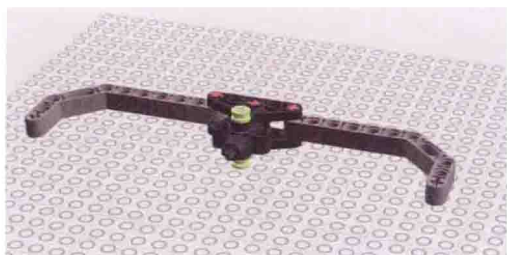

图 1-12
8. 添加半轴衬, 如图 1-12 所示。保险杠组合完成了!